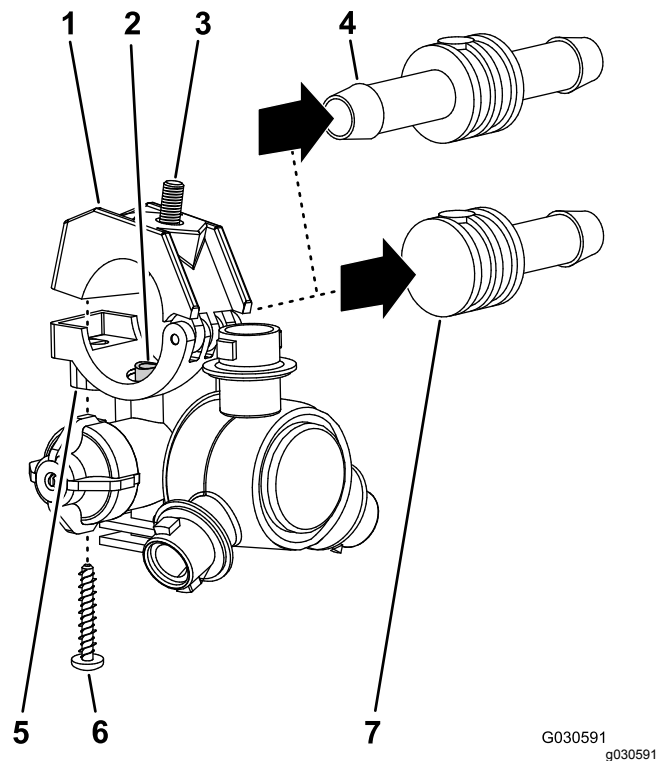

**Figura 71**
1. Nella sezione della barra centrale, rimuovete il dado di bloccaggio flangiato che fissa l'ugello dell'irroratrice al supporto dell'ugello (Figura 70 e Figura 71).
3. Rimuovete l'ugello dalla sezione della barra centrale (Figura 70 e Figura 71).